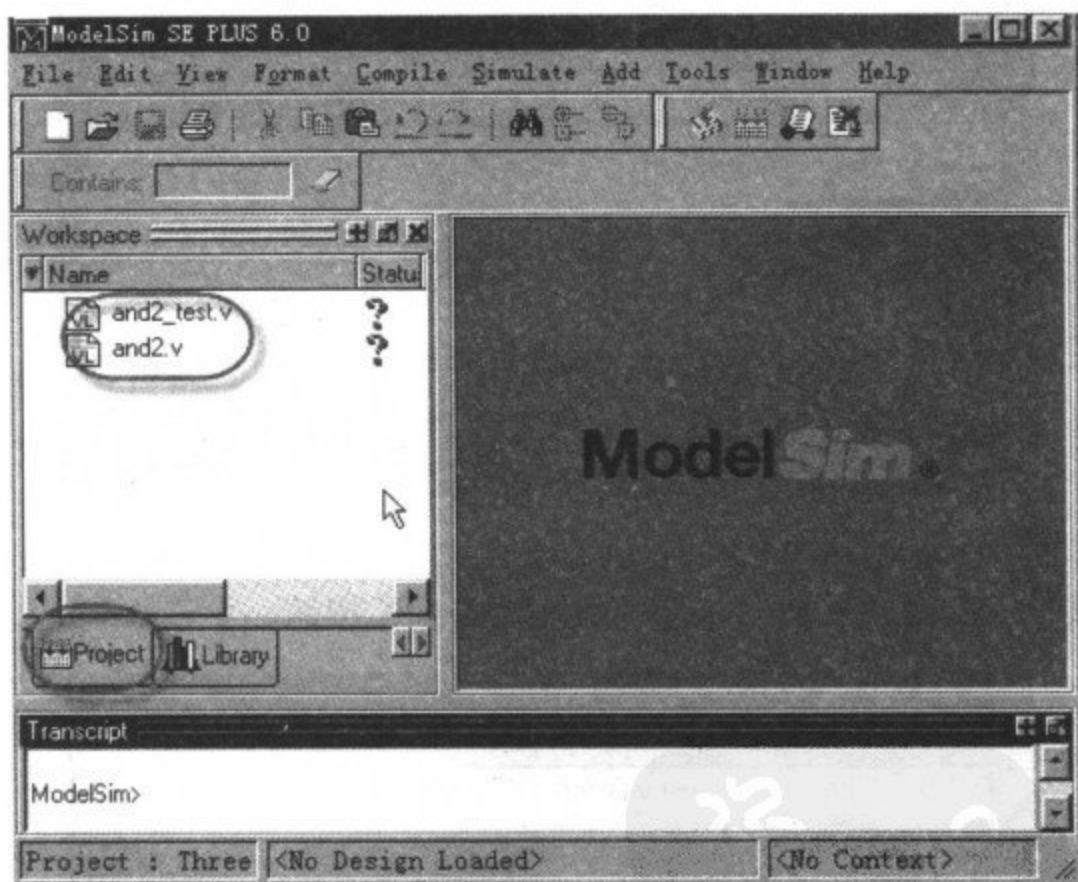

图 3-71 添加文件后的画面
(8)添加文件后的画面如图 3-71 所示,从图中可以看出,在 Project 选项卡中出现源文件和测试文件,即建立了一个新工程项目。